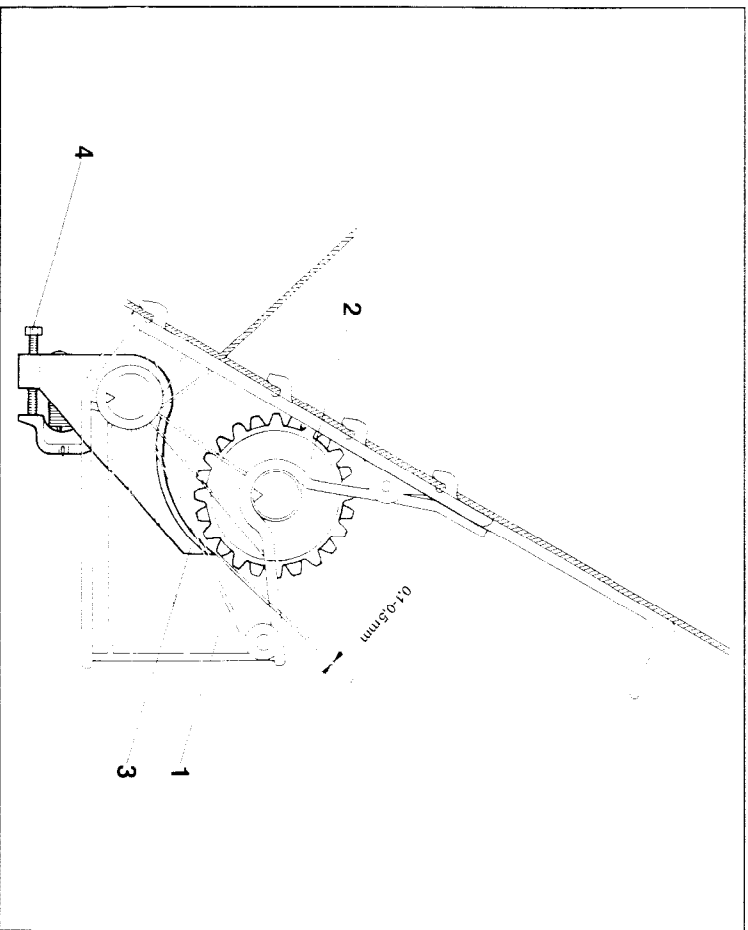

Fig. 130
- 2) Kontroller at den foreskrevne afstand på 0,1 mm til 0,5 mm (se fig.130) mellem bundklap (fig.130/3) og såhjul (fig.130/2) bliver overholdt i hvert såhus. Derved skal det såhjul der kontrolleres, kunne drejes på saakselen med hånden.
- 3) Ved afvigelser skal den foreskrevne afstand indstilles med fjederspændeskruen (fig.130/4).